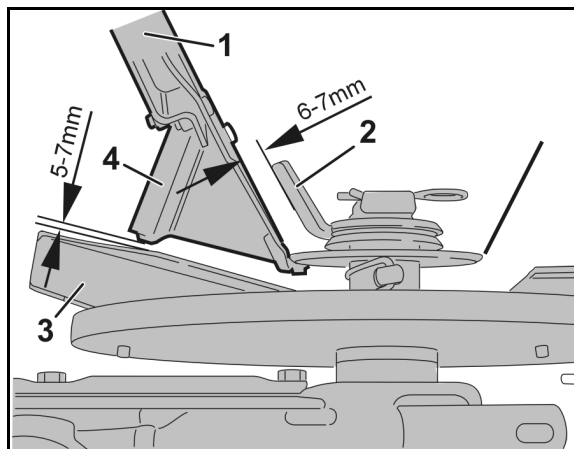

Fig. 97
Afstandsmålet mellem tragtvæggen (Fig. 97/1) og rørehovedfingeren (Fig. 97/2) skal være 6-7 mm. Bøj om nødvendigt rørefingerspidsen.
Afstandsmålet mellem spredeskovlen (Fig. 97/3) og tilførselstasken (Fig. 97/4) skal være 5-7 mm. Forskyd eventuelt tilførselstasken tilsvarende.
Rørehovedfingeren (Fig. 97/2) skal stå over den korte skovl (Fig. 97/3).
2. Sæt rundstålet (Fig. 97/2) i gennem vedligeholdelsesklappen og lodret i forhold til spjældet (Fig. 97/1) gennem spjældåbningen.